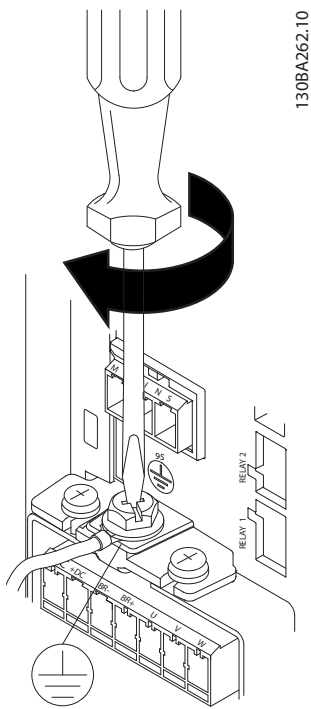

Abbildung 3.9 Befestigung des Erdungskabels
2. Befestigen Sie das Erdungskabel (siehe *Abbildung 3.9*).